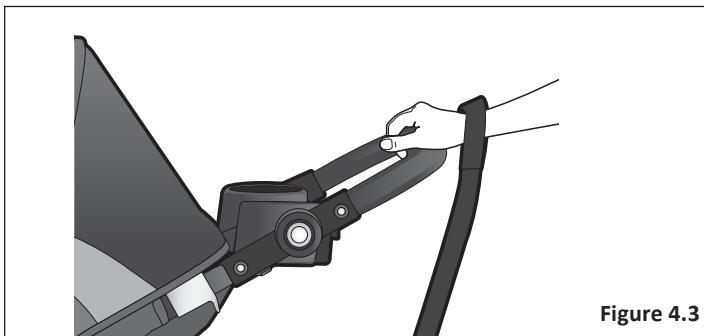

Figure 4.3
- 1 Placez votre main à travers la grande boucle dans une position qui permettra à la dragonne d'être confortable et sécuritaire. **Figure 4.3**